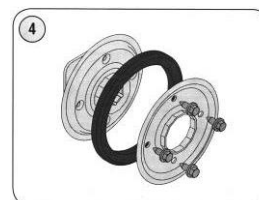

Figure 27
- 1) Dévissez les quatre vis qui maintiennent les plaques latérales de la roue de friction ensemble. Reportez-vous à la Figure 27.